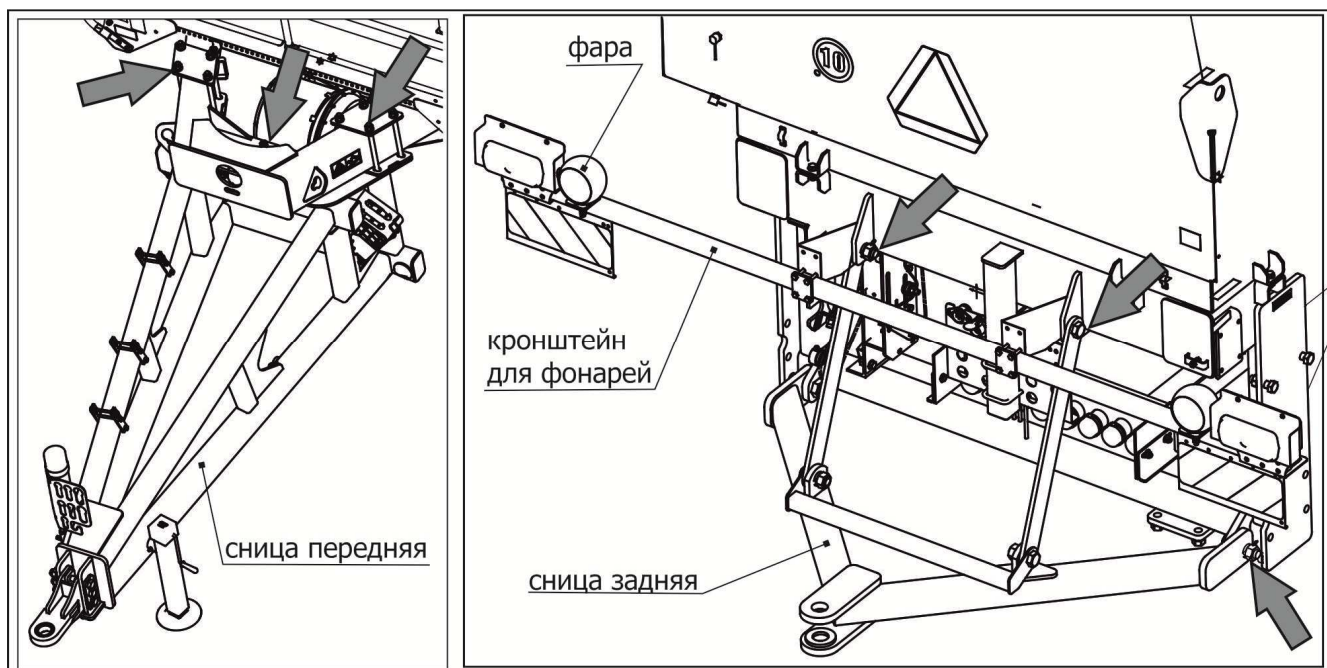

Рисунок 5.2 – Досборка бункера
- 1) установить сницу переднюю с домкратом (рисунок 5.2);
- 2) установить сницу заднюю (рисунок 5.2);
- 3) установить кронштейн для фонарей (рисунок 5.2);
- 4) установить главный привод (рисунок 5.2);
- 9) установить фары (рисунок 5.2).